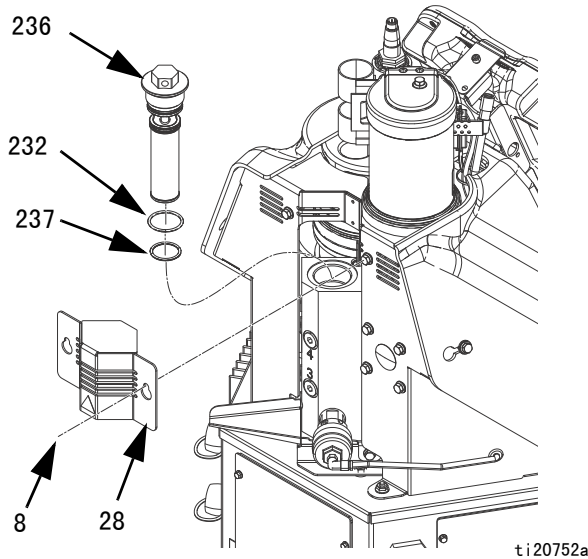

图 21
4. 旋松两个螺钉 (8)，然后在系统后滑动小型金属护罩 (28)，直至卸下。参见图 21。
5. 使用 1 英寸的套筒旋开出口过滤器 (236)。
6. 将内六角扳手插入出口过滤器盖，将出口过滤器 (236) 提出系统。
8. 将新出口过滤器随附的 O 形圈 (232、237) 放在新出口过滤器上 (236)。
10. 在出口过滤器上方安装小型金属护罩 (28)，然后拧紧两个螺钉 (8)。